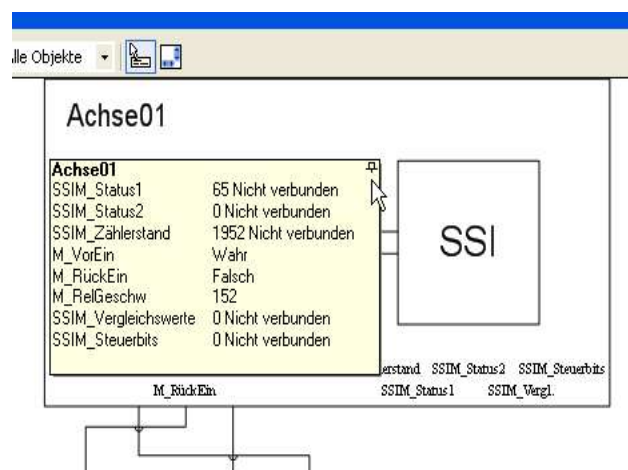

Abbildung 7: Anzeige aktueller Werte an Simulationsobjekt-Anschlüssen durch Simulationsobjekt-Tooltips
- **Anzeige von Simulationsobjekt-Tooltips** (Symbol ): Mit Hilfe der Simulationsobjekt-Tooltips lassen sich während der Simulationsphase die aktuellen Werte an den Anschlüssen der desjenigen Simulationsobjekts beobachten, das sich unter dem Mauszeiger befindet (Abbildung 7). Die Simulationsobjekt-Tooltips können über den Button **Anzeige von Simulationsobjekt-Tooltips** eingeschaltet bzw. ausgeschaltet werden. Soll mehr als ein Simulationsobjekt gleichzeitig beobachtet werden, so kann das Beobachtungsfenster eines Simulationsobjekts durch Mausklick auf das **Fixieren**-Symbol (in Abbildung 7 unmittelbar über dem Mauszeiger) fixiert werden, so dass der Mauszeiger ohne Löschen des Beobachtungsfensters zu einem anderen Simulationsobjekt bewegt werden kann.